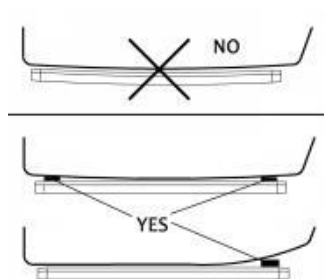

Abbildung C4 Abbildung C5
3.1 Nehmen Sie die Stoffschiene heraus und befestigen Sie sie mit den Schrauben B (Abbildung C4) an der Außenseite der Fahrzeugkarosserie. Die Stoffschiene muss waagrecht montiert werden. Ist dies nicht der Fall, muss sie ausgerichtet werden (verwenden Sie hierfür den Unterlegklotz) (Abbildung C5). Verfügt die Fahrzeugkarosserie bereits über eine Stoffeinführungsöffnung, kann dieser Schritt übersprungen werden und die Stoffschiene wird nicht benötigt.